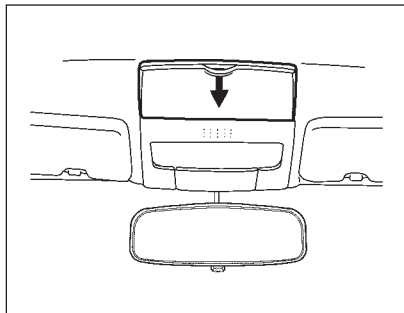

Рис. 27. Контейнер для хранения
**Контейнер для хранения** очков и мелких вещей (рис. 27) расположен над внутренним зеркалом заднего вида. Открывается контейнер путем нажатия на него вниз, закрывается – путем нажатия вверх, до фиксации.